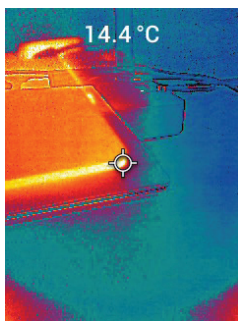

Figura 5.1 Imágenes térmica y visible combinadas (MSX®)
6. La lectura de temperatura mostrada en la pantalla representa la medición del área objetivo. Consulte la **Figura 5-1**.